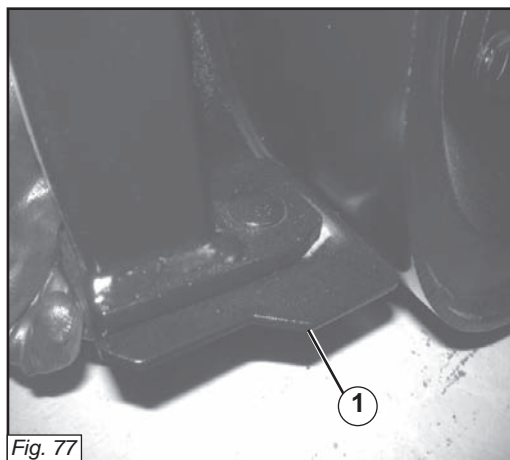
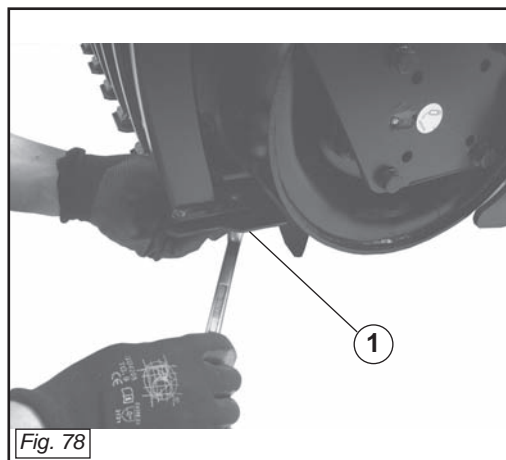
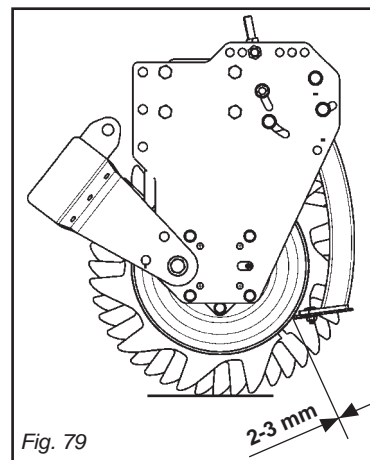

Fig. 77
Fig. 78
Fig. 79
Sulla trave raschiaterra ci sono le piastrine raschiatrici (1 Fig. 77), in materiale antiusura, che hanno la funzione di pulire dall'accumulo dei terra il rullo stesso.
Il montaggio corretto si ottiene fissando la piastrina raschiatrici al supporto raschiaterra, facendola scorrere sulla guida e bloccandola con la vite (1 Fig. 78) ed il dado alla distanza desiderata dal rullo.
Si consiglia una distanza tra rullo e piastrina di di 2/3 mm (Fig. 79).
*Auf dem Erdabstreifbalken befinden sich die Erdabstreifplättchen (1 Abb. 77) aus verschleißfestem Werkstoff, welche die Funktion haben, die Erdanhäufungen von der Walze zu entfernen. Sie sind auf besonders geformten Haltern montiert, die auf dem hinteren Balken der Walze montiert sind. Die korrekte Montage erhält man, indem man das Abstreifplättchen am Erdabstreifträger befestigt, es über die Führung gleiten lässt und mit der Schraube (1) und der Mutter im gewünschten Abstand von der Walze blockiert. Empfiehlt sich ein Abstand zwischen Walze und Plättchen von 2/3 mm (Abb. 79).*
En la viga raspadora se encuentran las plaquitas raspadoras (1 imagen 77), de material antidesgaste, con la función de quitar la tierra que se acumula en el rodillo mismo. Están montadas sobre soportes moldurados fijados en la barra trasera del rodillo.
Para obtener un montaje correcto hay que montar las plaquitas raspadoras a la viga raspadora, haciéndolas discurrir sobre la guía y fijándolas con el tornillo (1 imagen 78) a la distancia entre plaquita y rodillo. La distancia aconsejada entre plaquita y rodillo es 2/3 mm (imagen 79).